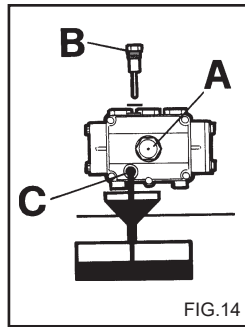

FIG.14
2) De tap met de oliepeilstaaf losschroeven (Fig. 14).